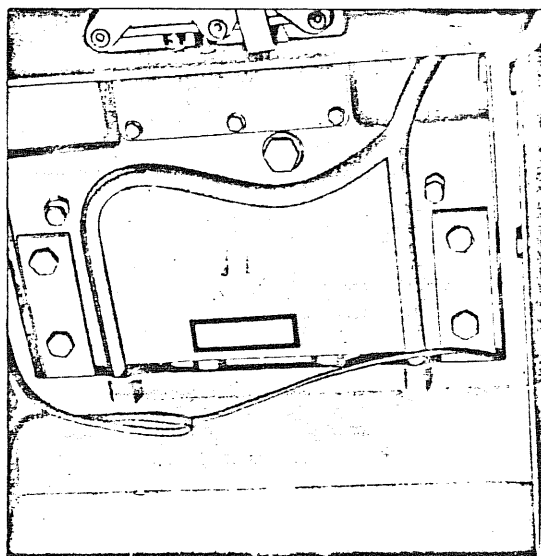

Fig. 2
N. DELLA TRATTRICE: stampigliato in alto sulla parte posteriore del corpo trattrice (visibile togliendo il cuscino) Fig. 2.
NUMÉRO DU TRACTEUR: frappé à froid en haut sur la partie postérieure du corps du tracteur (visible en enlevant le coussin du siège). Voir figure 2.
NR. DES SCHLEPPERS: marqué en haut sur la partie postérieure du corps du tracteur (visible en enlevant le coussin du siège). Bild 2.